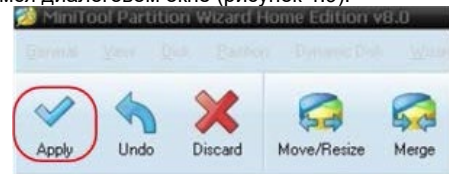

Рисунок 4.9. Подтверждение новых настроек и запуск форматирования
6) Щелкните по кнопке **Apply** («применить установки») в левой части меню. Затем для запуска форматирования нажмите **Yes** в открывшемся диалоговом окне (рисунок 4.9).